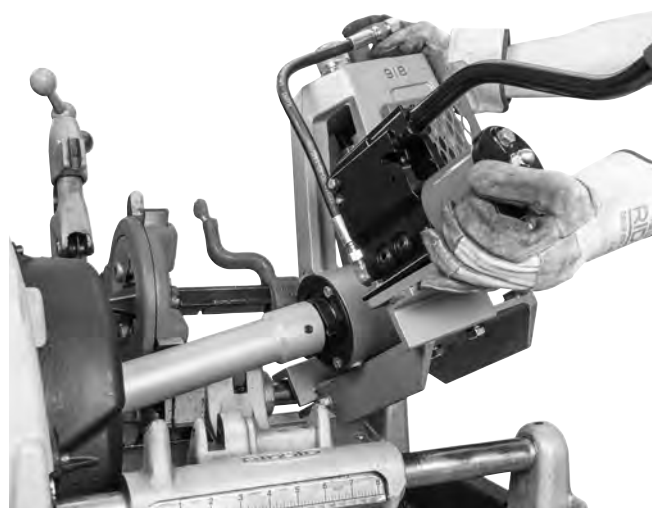

Figura 9 – Ranuradora 918 sobre la base de instalación de la roscadora 535
4. Estando el extremo de la barra de accionamiento dentro del mandril de la roscadora, coloque la ranura abierta de la base (del lado del estabilizador) sobre el riel trasero del carro y baje la bomba sobre el riel delantero del carro. Vea la Figura 9.